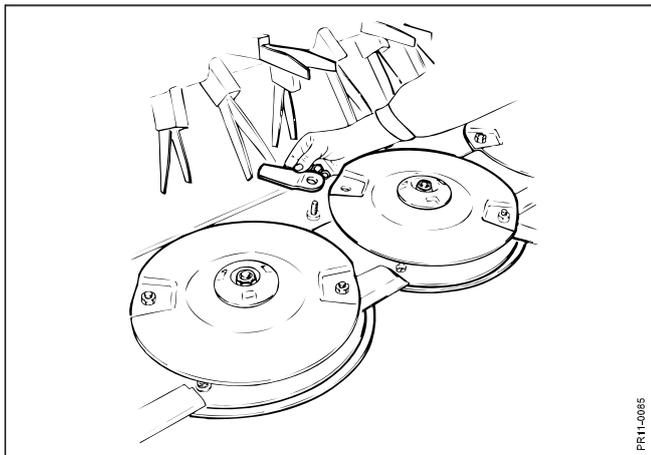

Fig. 5-11
**Fig. 5-11** Pour obtenir un travail satisfaisant, **il est important que les couteaux soient en bon état**. Pour faciliter le démontage des couteaux, les mettre sur l'arrière du lamier pour sortir les vis de couteaux et remonter les nouveaux couteaux. Les couteaux peuvent être usés sur leurs deux côtés en les montant sur un disque tournant à l'opposé.